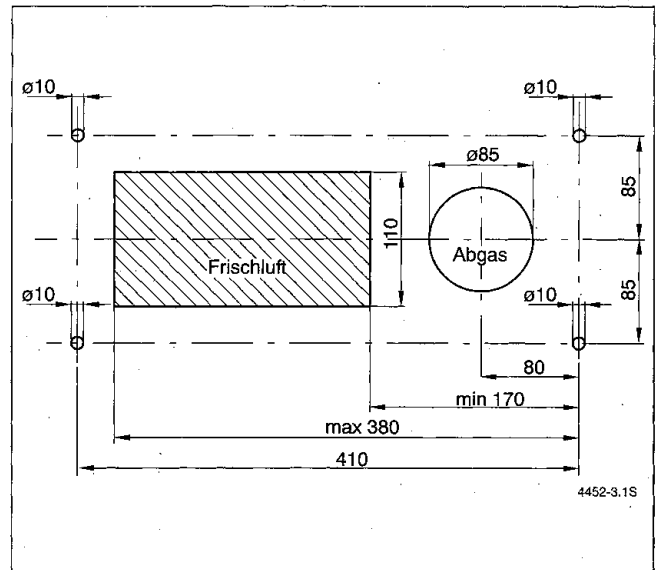
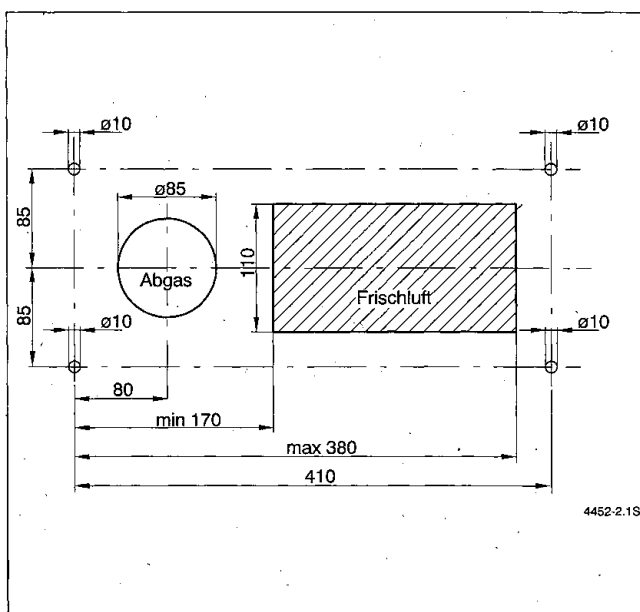

Bild 3
Bild 2
- Montageanschlußplatte (13) nach Installationsanleitung montieren.
- Bohrung mit  $\varnothing 110$  mm oder eine quadratische Öffnung mit mindestens  $10 \times 10$  cm am Luftschacht des Bestands-LAS anbringen (Bild 2 oder Bild 3).
- Bohren Sie die Befestigungslöcher ( $\varnothing 10$ ) entsprechend Bild 2 oder Bild 3.